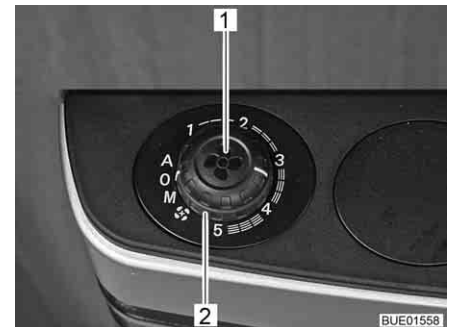

Bild 141 Drehknopf und Drehschalter für Gebläsesteuerung
- Gewünschte Betriebsart am Drehschalter (Bild 141,2) einstellen.
- Drehschalter (Bild 141,2) auf "0" stellen.